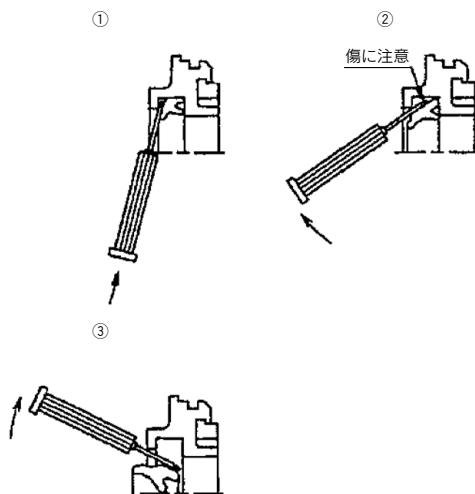

図2 ロッドパッキン取り外し方法
b. カラーの前側から図2のように精密ドライバーなどを差し込み抜き取ります。